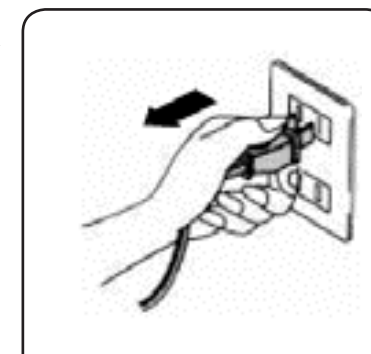

Abbildung 2
- B. Schalten Sie das Gerät aus und ziehen Sie den Netzstecker aus der Steckdose, bevor Sie es installieren. (Abbildung 2)